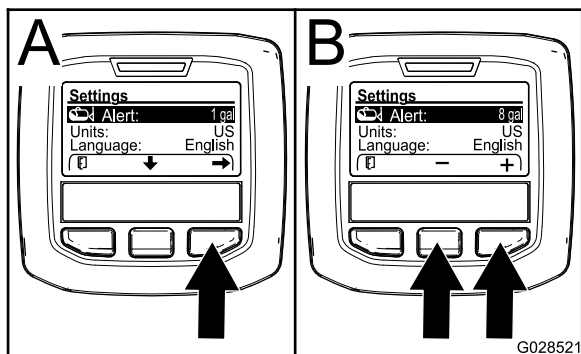

Figure 70
2. Appuyez sur le bouton de sélection central pour mettre en surbrillance le réglage Alerte (Figure 70).
3. Appuyez sur le bouton de sélection droit (Figure 70).
4. Utilisez le bouton central ou droit pour entrer la quantité minimum dans la cuve à laquelle l'alerte s'affichera pendant le fonctionnement du pulvérisateur (Figure 70).